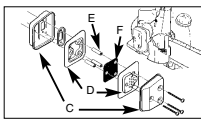

Abb. 20B
- Entfernen Sie die Abdeckung der Kettenbremse. Entfernen Sie die 3 Schrauben, die den Auspuff am Zylinder festhalten. Der Auspuff lässt sich abnehmen, wenn die Befestigungsschrauben entfernt sind (Abb. 20B).
- Trennen Sie die Auspuffhälften (C). Entfernen Sie die Kühl- (D) und Abstandsrohre (E).
- Entsorgen Sie das gebrauchte Funkengitter und setzen Sie ein Neues ein (F) (Abb. 20B).